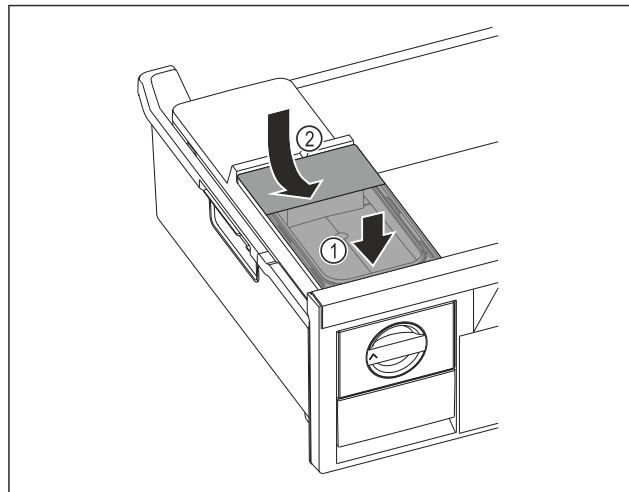

Fig. 130
- ▶ Nádržku na vodu nasadíte vpredú. Fig. 130 (1)
- ▶ Nádržku na vodu spustíte vzadu. Fig. 130 (2)